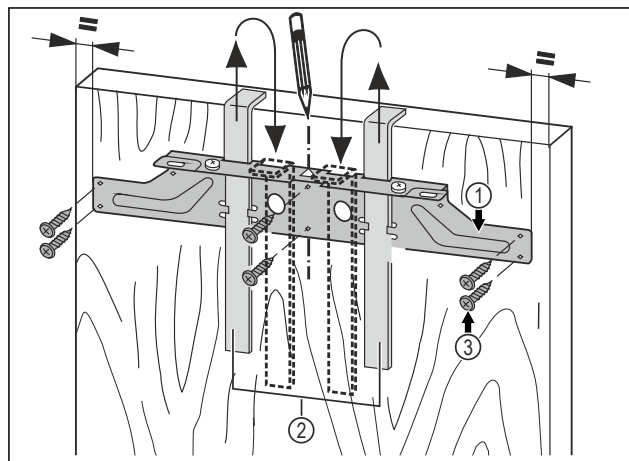

Fig. 21
- Varni traversën e mbërthimit Fig. 21 (1) me ndihmëse e montimit Fig. 21 (2) mbi anën e brendshme të derës së mobilies.
- Niveloni traversën e mbërthimit Fig. 21 (1) në mes të derës.
- Mbërtheni traversën e mbërthimit Fig. 21 (1) me të paktën 6 vida Fig. 21 (3).
- Mbërtheni traversën e mbërthimit Fig. 21 (1) me 4 vida Fig. 21 (3) në anë.
- Nxirrni jashtë ndihmëset e montimit Fig. 21 (2) nga lart dhe futini të rrotulluara në vrimat e futjes që gjenden anash.